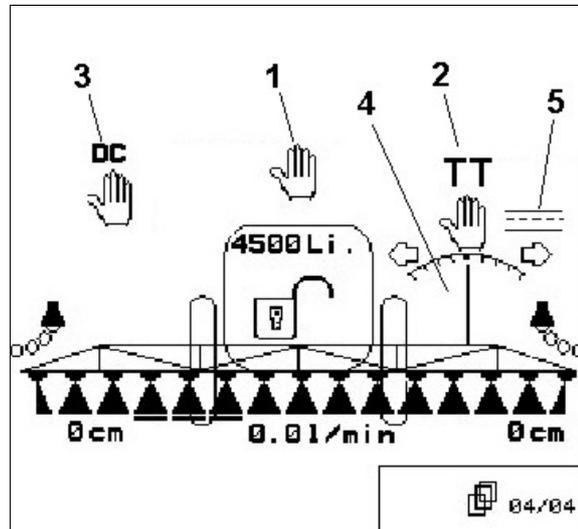
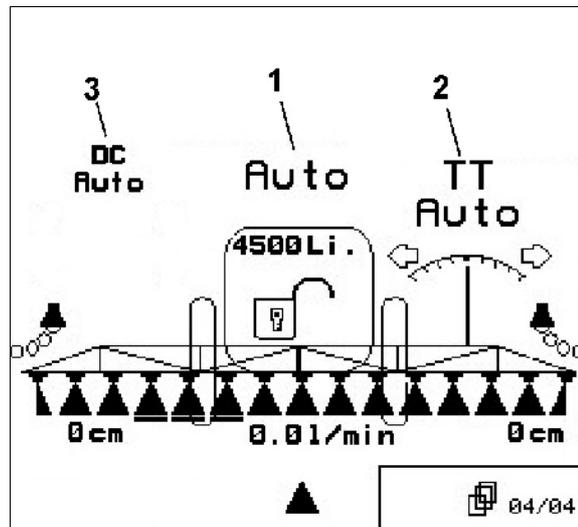

Fig. 145
Fig. 146
1. **Modulation du débit:** service manuel (Fig. 145/1), service automatique (Fig. 146/1)
2. **Essieu autosuiveur Trail Tron:** service manuel (Fig. 145/2), service automatique (Fig. 146/2), mode route (Fig. 145/5)
3. **Pilotage Distance Control:** service manuel (Fig. 145/3), service automatique (Fig. 146/3)
Si le service automatique est activé, le symbole "Auto" (Fig. 145/1) s'affiche à l'écran. L'ordinateur machine assure la modulation du débit en fonction de la vitesse de travail actuelle.
Si le service manuel est activé, le symbole "  " (Fig. 146/1) s'affiche à l'écran ainsi que l'entrée [l/min] (Fig. 146/2) Vous modulez manuellement le débit en modifiant la pression de pulvérisation par les touches  ou  .
Si le service automatique est activé, le symbole "Auto" (Fig. 145/2) s'affiche à l'écran. L'ordinateur machine prend en charge le suivi parfait de la machine derrière le tracteur.
Si la vitesse d'avancement atteinte est supérieure à 15 km/h (déplacement sur route), l'essieu Trail Tron revient automatiquement en position nulle et reste en mode déplacement sur route (Fig. 145/5).
Si le service manuel est activé, le symbole  (Fig. 146/2). Appuyez sur la touche  ou  jusqu'à ce que les pneus du pulvérisateur passent exactement dans la trace du tracteur.
→ Le pulvérisateur s'aligne à nouveau en fonction du tracteur. A l'écran, le symbole "Suivi essieu directeur" (Fig. 145/4) affiche l'angle de braquage sélectionné de l'essieu directeur autosuiveur.
Si le service automatique est activé, le symbole "Auto" (Fig. 145/3) s'affiche à l'écran. L'ordinateur machine prend en charge la modulation de l'écart entre les buses de pulvérisation et la culture sur pied.
Si le service manuel est activé, le symbole  (Fig. 146/3). Le système Distance Control est désactivé. Vous modulez la distance entre les buses de pulvérisation et la culture de façon manuelle en utilisant la correction d'assiette et le réglage en hauteur.